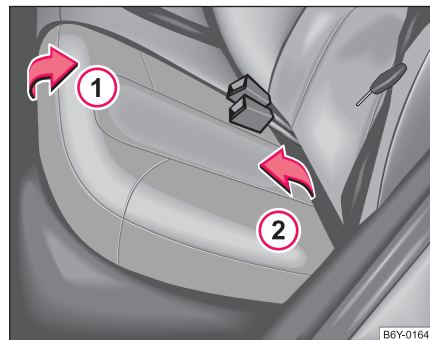

Fig. 48 Rabaterea banchetei din spate
- Ridicați bancheta din spate în sus, în direcția săgeții ① ⇒ Pagina 68, Fig. 48, rabatați-o în față, în direcția săgeții ②.